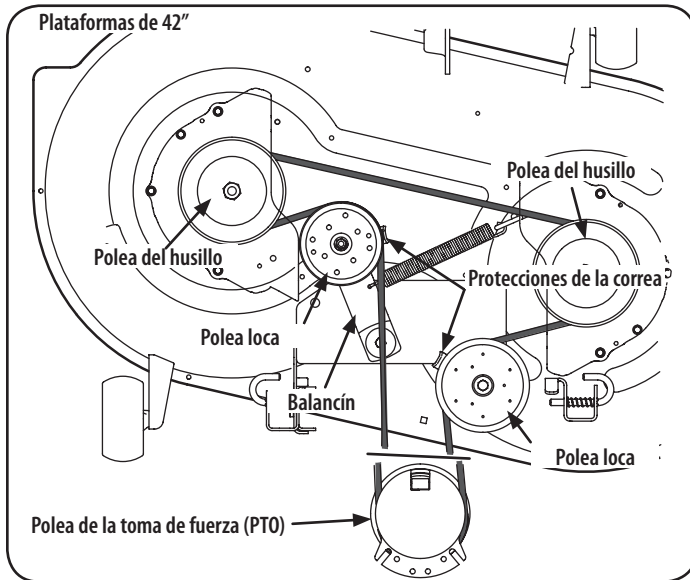
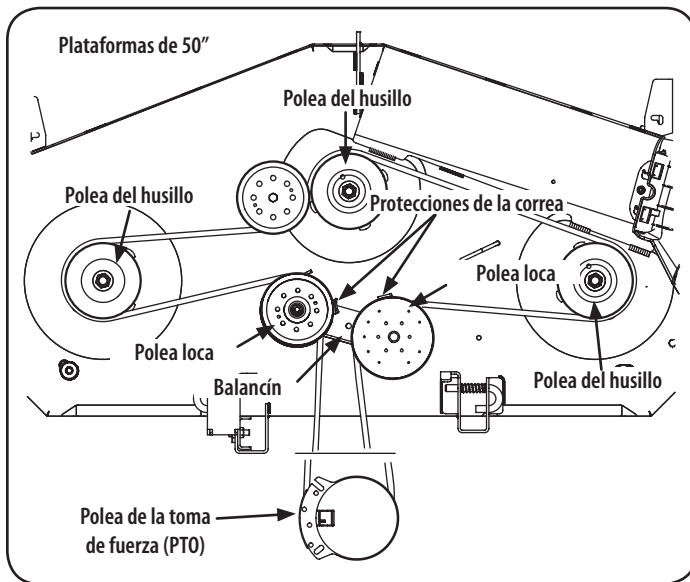

Figura 29
Figura 30
2. Afloje, pero no quite los accesorios a derecha e izquierda de la polea loca. Consulte la Figura 29 las plataformas de 42" y las Figura 30 plataformas de 50".